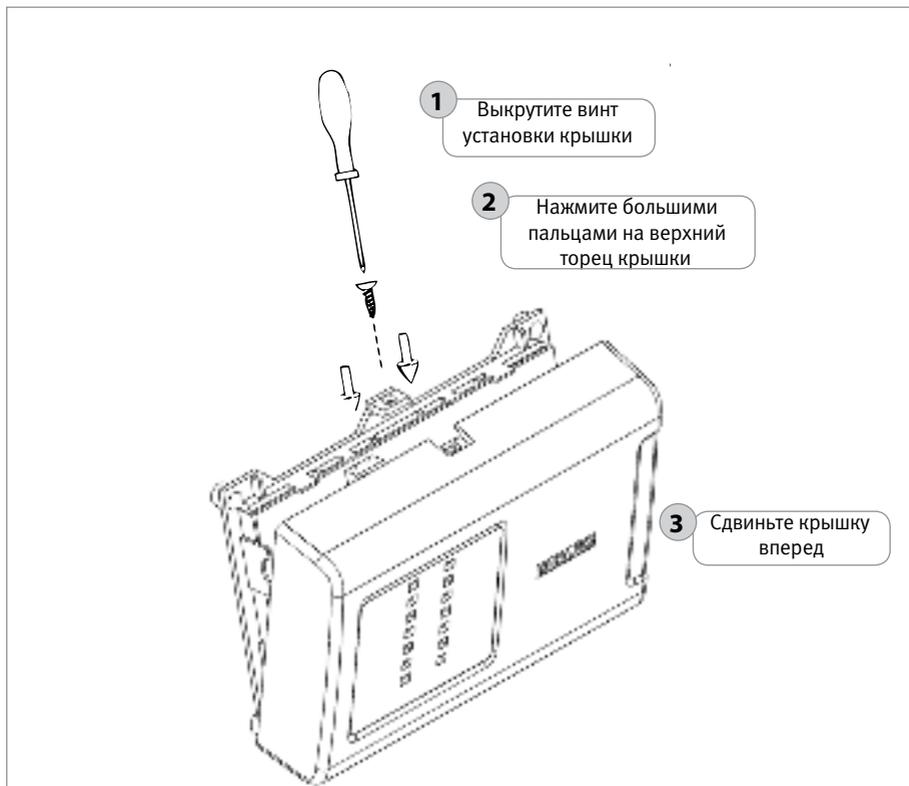

Рисунок 21. Снятие крышки изделия
1.1.2. Снимите крышку изделия в порядке, указанном на рис. 21.
- 1.2.2. Снимите крышку изделия в порядке, указанном на рис. 21.